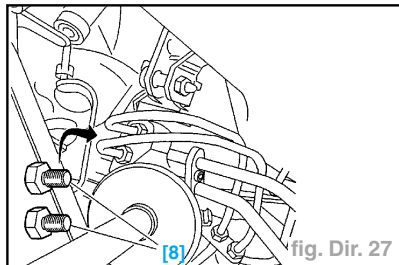

fig. Dir. 27
- Monter sur la valve distributrice les deux bouchons [8] (fig. Dir. 27).